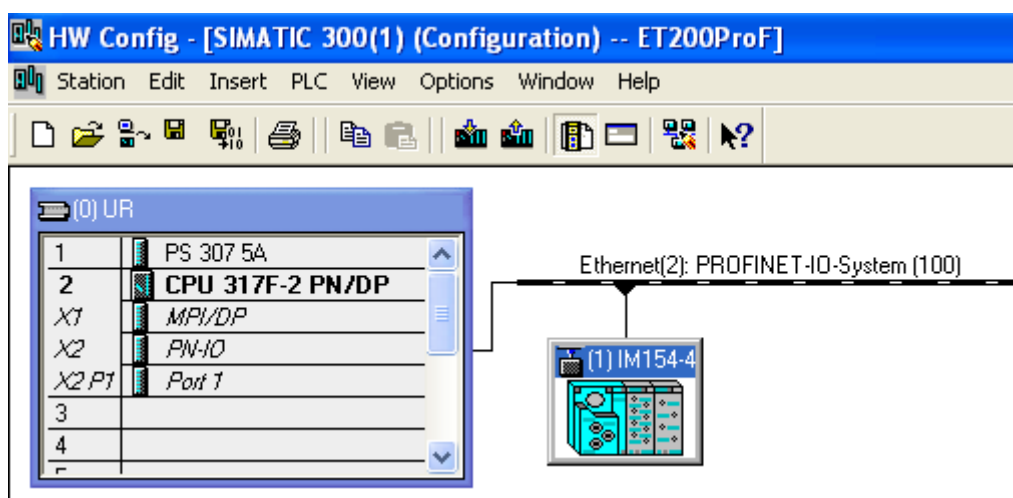

图 3 新建 S7 300 站
(1) 新建一个 S7 300 站，这里选择 CPU 317F-2 PN/DP 做为 F 主机，IM154-4 PN HF Cu V6.0 做为 F 设备。（图 3）